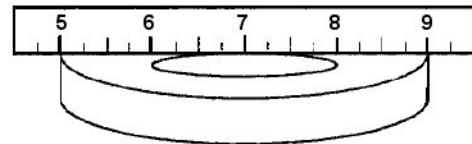

图 4 - 测量平整度
- 将一个直尺放在装配的垫片表面上，检查以确保垫片表面是平整的。如果表面是不平整的，不适合使用夹持器(见图 4)。